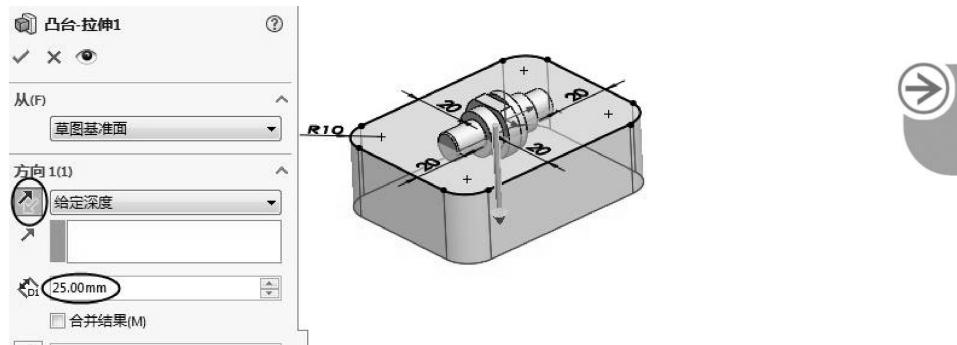

图 3-67 创建拉伸特征
- 03 退出草图环境。在拉伸属性面板中设置拉伸深度及拉伸方向，取消勾选【合并结果】复选框。单击【确定】按钮 $\checkmark$ ，完成拉伸特征的创建，如图 3-67 所示。